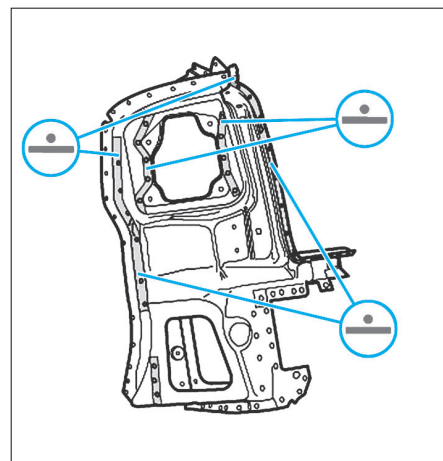

FIG. 62
- Faire coïncider les contours du renfort intérieur avec ceux de l'insert métallique et procéder à une soudure par points en ligne droite (Fig.62).